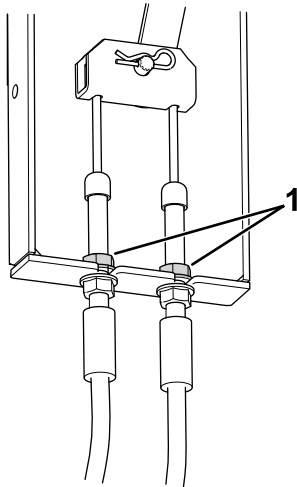

Figura 69
3. Individuate il supporto del cavo del freno (Figura 69), sotto il lato sinistro della macchina in prossimità della ruota sinistra.